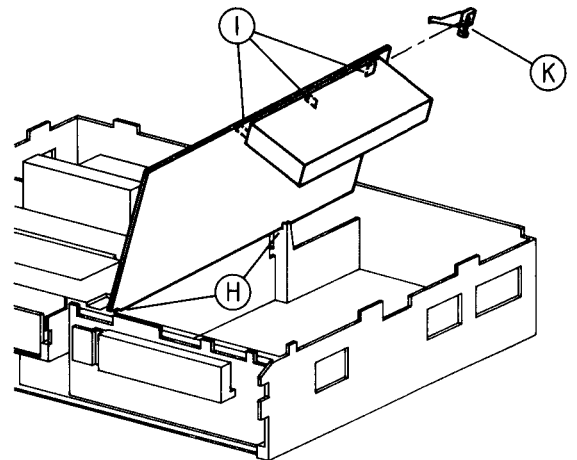

Fig. 5
- Chassisplatte II in die vorgesehenen Aussparungen (H) stecken (Fig. 5) oder neben dem Gerät abstellen.
- Befestigungsiaschen (I) lösen und Tuner / Modulator-Einheit auslöten (Fig. 5).
- Vor dem Austausch der Tuner / Modulator-Einheit Massfeder (K) (Fig. 5) entfernen und diese unbedingt am Austauschbaustein anbringen.
- Fit the chassis board II onto the cut-outs provided (H) or put it beside the set (Fig. 5).
- Loosen the mounting hooks (I) and unsolder the Tuner / Modulator unit (Fig. 5).
- Before replacing the Tuner / Modulator unit, remove the chassis spring (K) (Fig. 5) and ensure that it is fitted to the replacement module.